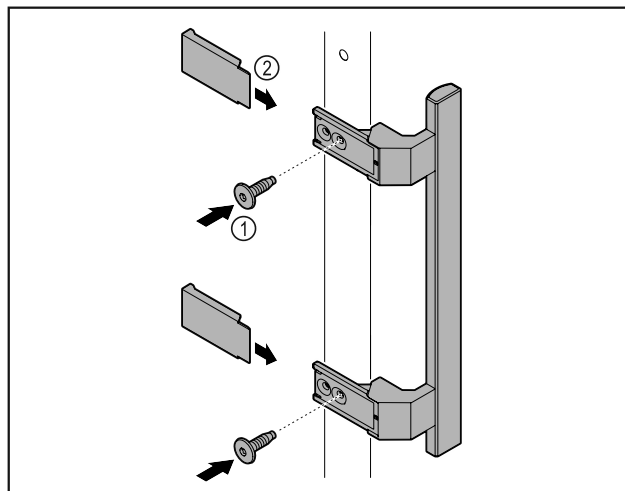

Fig. 7
- ▶ Szerelje fel az ajtóra a kilincset a csomagban található csavarok Fig. 7 (1) segítségével.
- ▶ Helyezze fel a fedelet Fig. 7 (2).